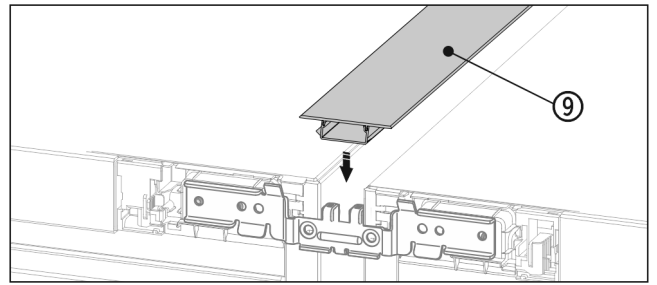

Fig. 20 *
- ▶ Auf der Oberseite die kurze Abdeckleiste Fig. 20 (9) in den horizontalen Spalt drücken.*